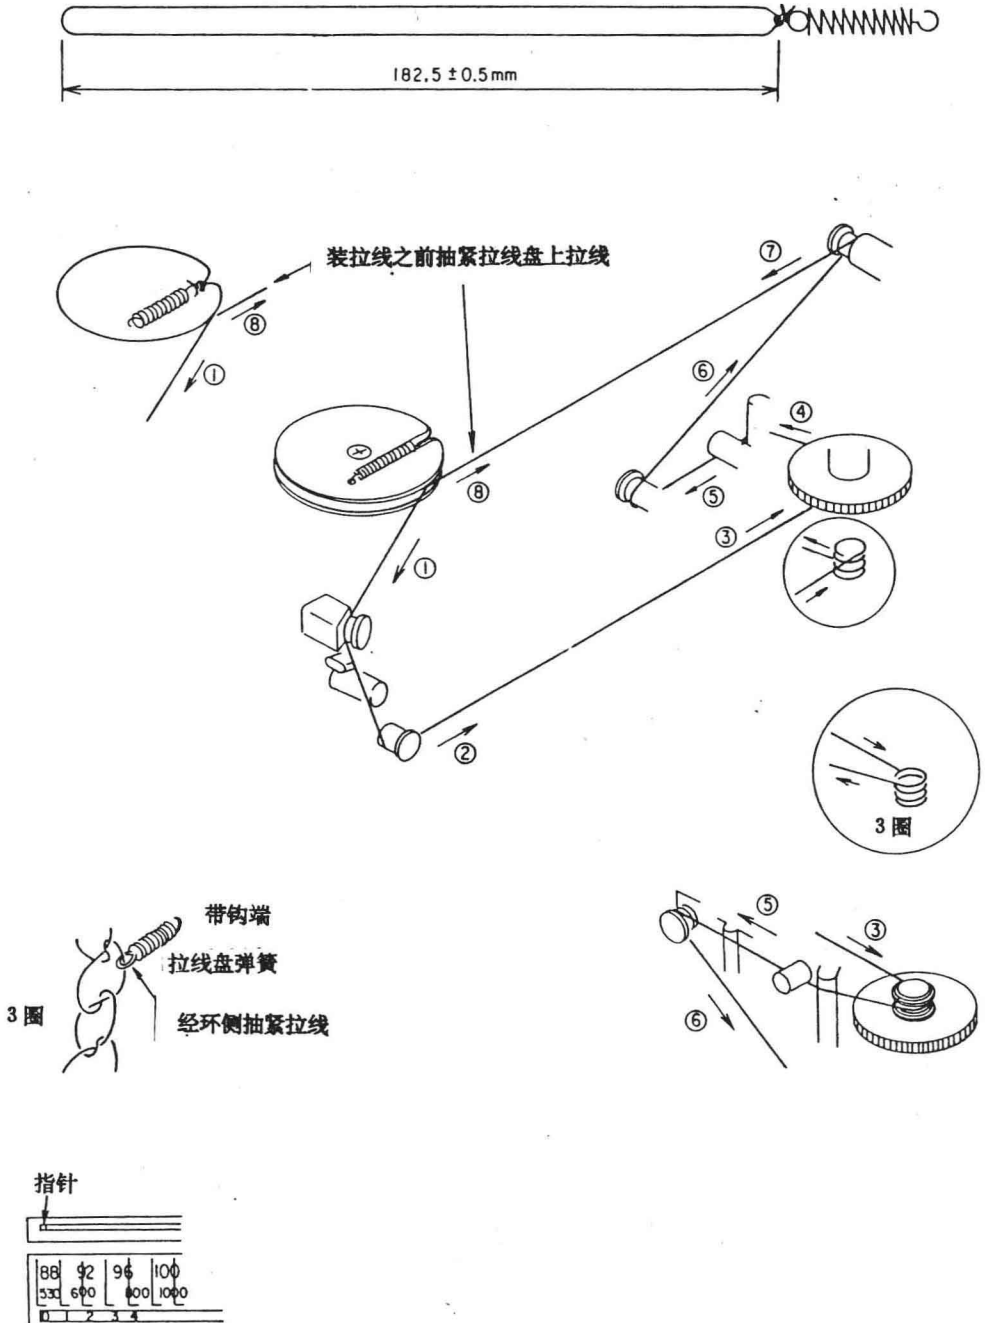

图1-3
1. 按图 1-3 左上图所示长度尺寸给刻度盘拉线打结，把线的一端穿入弹簧的圆环端内后，再扎两个结，见图 1-3 右上所示，共捆扎三个结，注意打的结勿松弛。
4. 按图 1-3 中①~⑧次序安装上拉线。